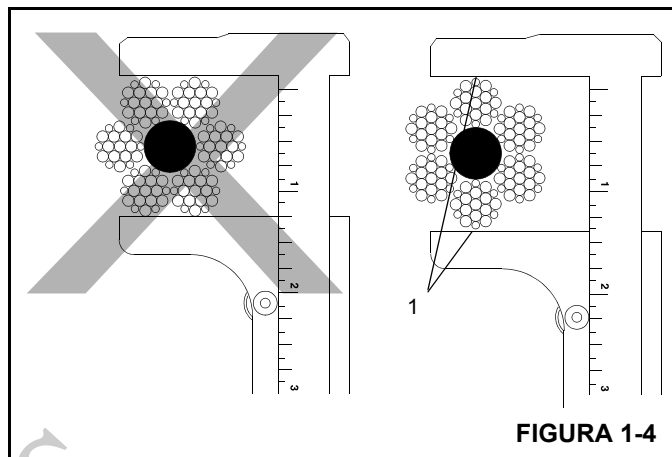

FIGURA 1-4
12. Meça o diâmetro do cabo entre as coroas (1) dos cordões ao determinar se o cabo está danificado (Figura 1-4).